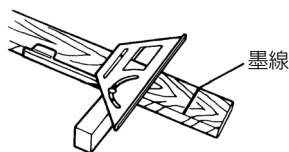

図 27
- (3) 造作ガイドをずらし、側面を印に合わせます。(図27)